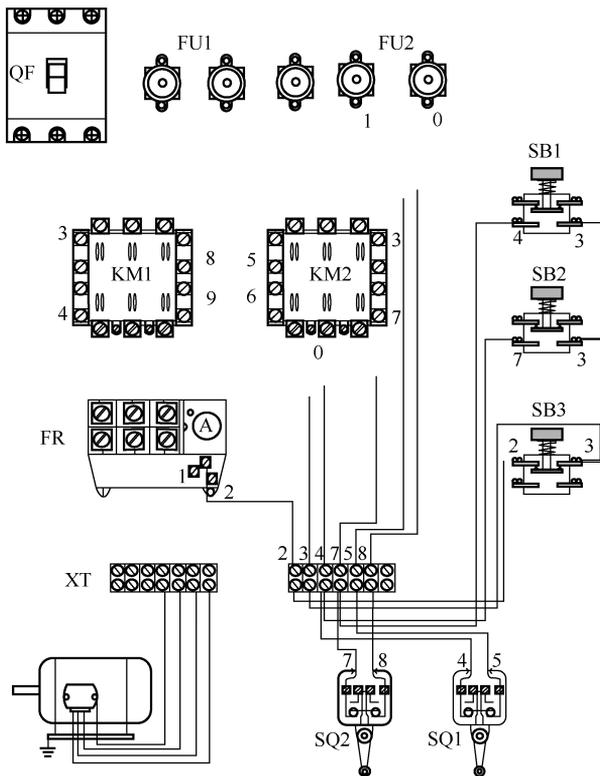

图 2-7 装料小车电气控制电路实物接线图
3. 查阅相关资料，学习接线图的绘制规则，完成图 2-7 所示装料小车电气控制电路实物接线图。